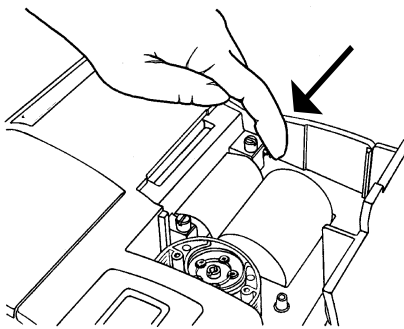

Fig. 6-5 Botón de avance del papel
2. Oprima el botón de avance del papel, para eliminar el papel remanente. (Fig. 6-5).